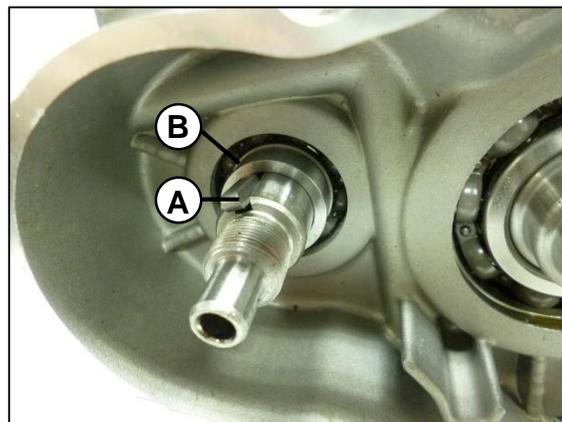

Fig. 33
Remueva la cuña del piñón contrabalanceo (A) y el buje espaciador del piñón (\varnothing Ext 26.14 mm \varnothing Int 20.10 mm Ancho 8.5 mm) (B). Fig. 33